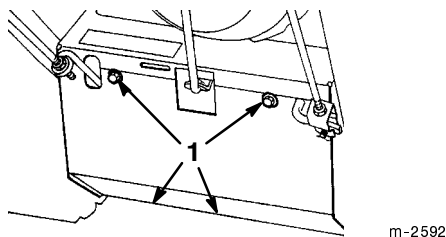

Figure 23
- Retirez les quatre vis de fixation de la plaque de protection inférieure au châssis, et déposez la plaque (Fig. 23).
3. Retirez les quatre vis de fixation de la plaque de protection inférieure au châssis, et déposez la plaque (Fig. 23).